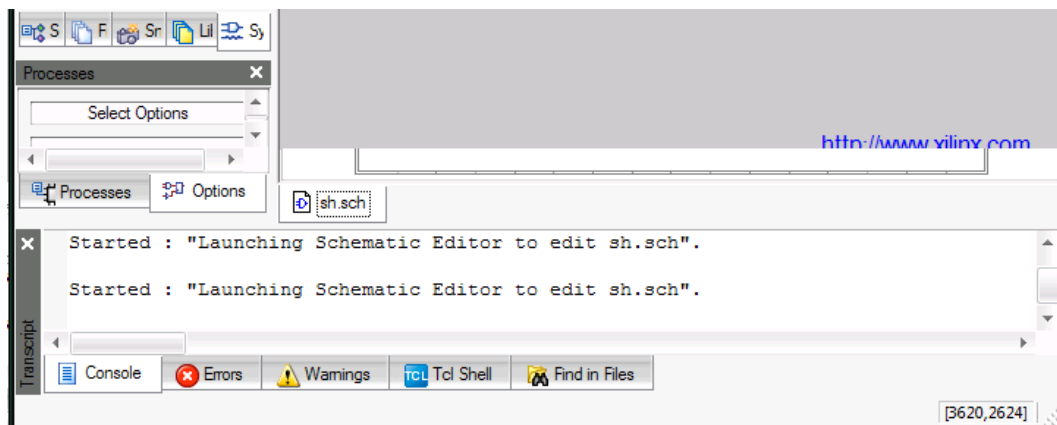

Рисунок 1.1.2.
*Возможно вы столкнетесь с данной проблемой и увидите примерно следующую картину (рис.1.1.2):*